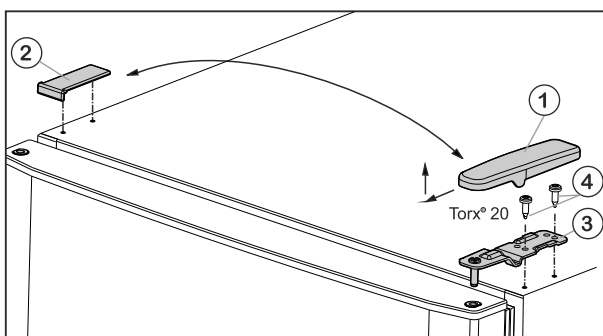

Fig. 5
- ▶ Enlever le cache Fig. 5 (1) vers l'avant et vers le haut.
- ▶ Retirer le cache Fig. 5 (2).
- ▶ Dévisser le support d'appui supérieur Fig. 5 (3) (2 Torx® 20) Fig. 5 (4) et retirer vers le haut.
- ▶ Placer le support d'appui supérieur *Fig. 5 (3)* sur le nouveau côté charnière de porte.
- ▶ Revisser le support de palier (**en appliquant un couple de 4 Nm**) (2 Torx® 20) *Fig. 5 (4)*. Utiliser au besoin une visseuse sans fil.
- ▶ Remettre en place l'habillage *Fig. 5 (1)* du côté opposé depuis l'extérieur et l'enclencher.
- ▶ Remettre en place l'habillage *Fig. 5 (2)* du côté opposé depuis le dessus et l'enclencher.